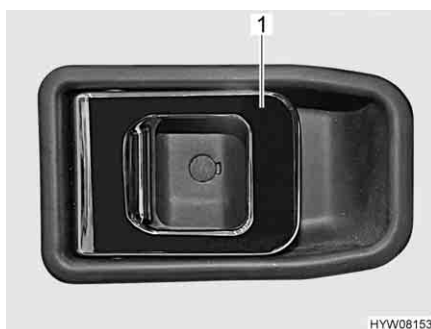

Fig. 43 Serratura della porta (porta conducente/porta di ingresso, lato interno)
- Tirare la maniglia (Fig. 43,1). La serratura della porta si sblocca o apre.
- Premere la maniglia (Fig. 43,1). La serratura della porta si blocca.